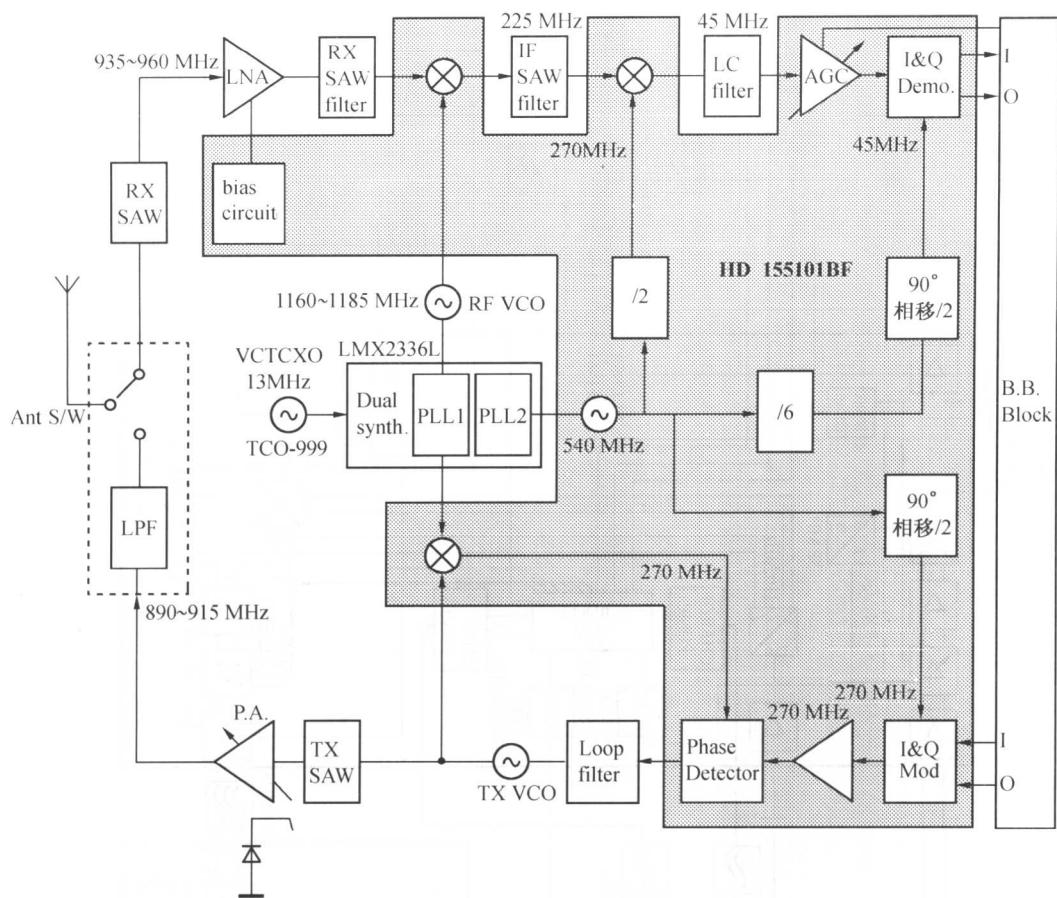

图 1-8 三星 SGH-800 射频方框图
- ② 超外差二次变频接收机和带发射变换的发射机。例如三星 SGH-800 手机，其射频电路结构如图 1-8 所示。